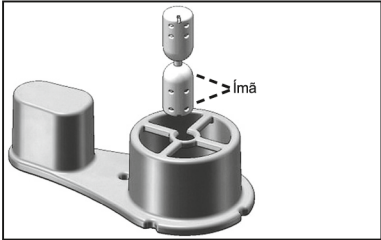

Figura 2
2. Certifique-se de que a ampulheta magnética do DEL possa rodar livremente na cruz do DEL. Se a ampulheta sair do suporte, pode ser novamente colocada através da fixação do pescoço da ampulheta por meio da abertura existente no suporte, como é mostra a figura 2. Respeite a configuração da orientação da ampulheta. O ímã deve ser colocado virado para baixo, conforme indicado.